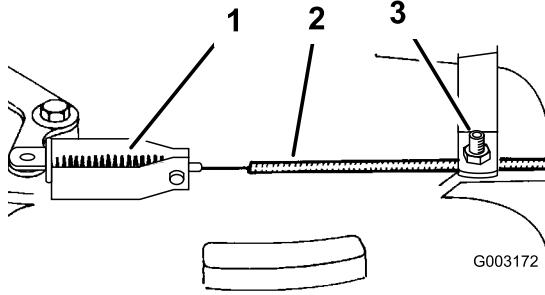

Figura 32
3. Allentate la vite del morsetto finché la guaina del cavo del freno non scorre (Figura 32).